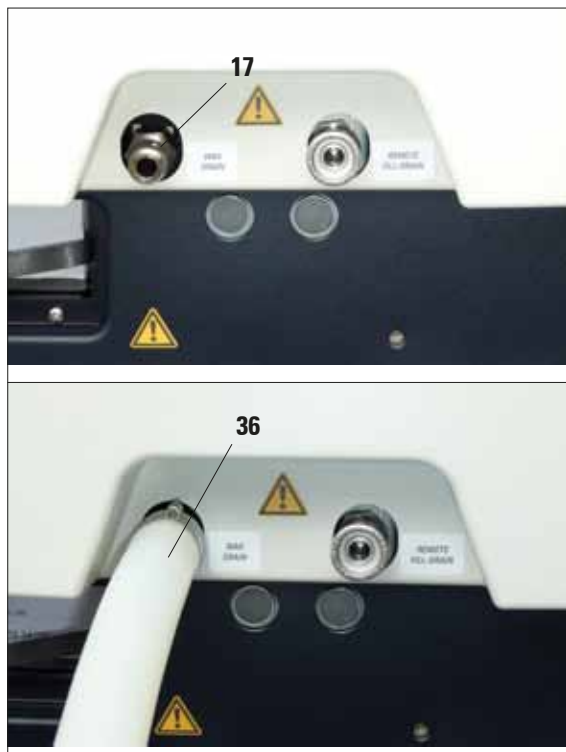

Fig. 55
- Collegare il tubo di svuotamento della paraffina (36) al raccordo di scarico (17) sul davanti dello strumento (fig. 55) e innestare l'estremità libera del tubo in un contenitore di raccolta.